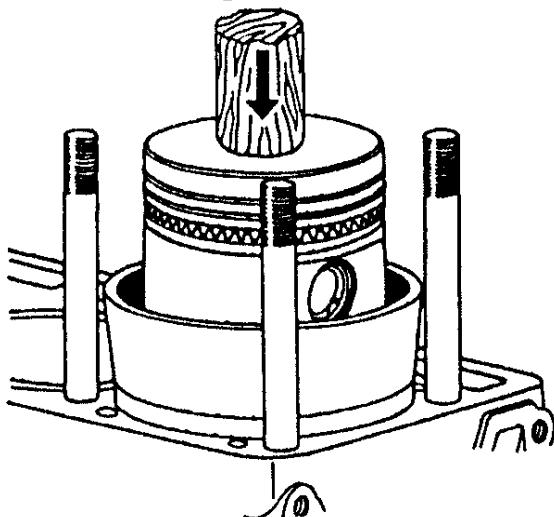

Рис.57. Установка поршня с кольцами в цилиндр
- надеть на шатунные болты предохранительные латунные колпачки, смазать чистым маслом вкладыши, поршень, шатунную шейку коленчатого вала и гильзу цилиндра и с помощью оправки установить поршень в цилиндр (рис.57). Перед установкой поршней необходимо убедиться в том, что номер, выбитый на шатуне, соответствует номеру цилиндра, а надпись на поршне "ПЕРЕД" направлена к переднему торцу блока цилиндров;